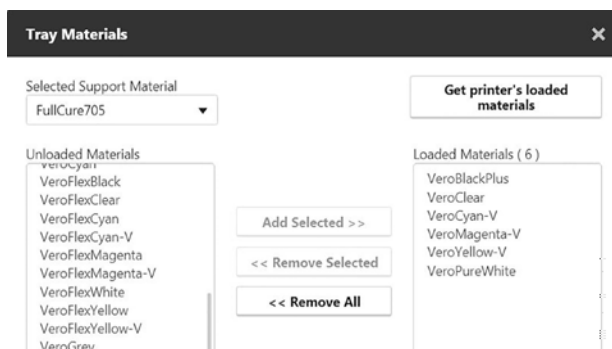

Abbildung 3: Geladene Materialien für den Druck mit Pantone
- Diese fünf Materialien müssen im Materialschrank geladen werden (siehe Abbildung 3):